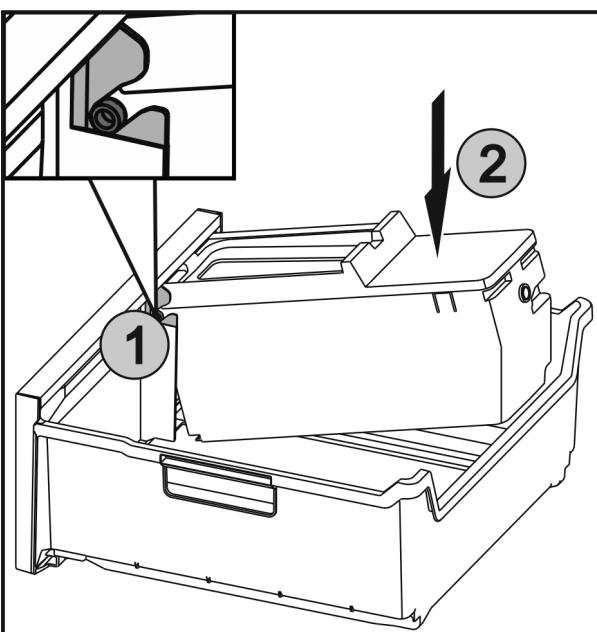

Fig. 50
- Вкарайте осите Fig. 50 (1) на EasyTwist-Ice във водачите и натиснете задната страна Fig. 50 (2), докато езичето се фиксира.